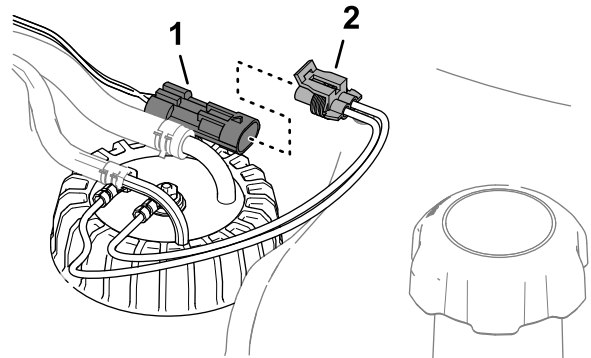

Figure 95
6. Débranchez le connecteur du faisceau du transmetteur de niveau de carburant sur le connecteur du faisceau de la machine (Figure 95).